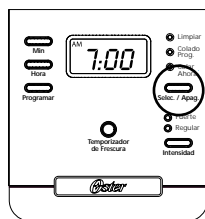

figure 7
3. Pour mettre en route la fonction de préparation différée et programmer votre cafetière pour faire le café plus tard, appuyez deux fois sur le bouton de sélection « Seleccionar ». (Figure 7). La lumière « Colado Program » de préparation différée s'allume. La cafetière est maintenant réglée pour faire automatiquement le café à l'heure choisie. La lumière de force du café s'allume alors. Vous pouvez choisir la force désirée en appuyant sur le bouton « Intensidad. » de force du café.